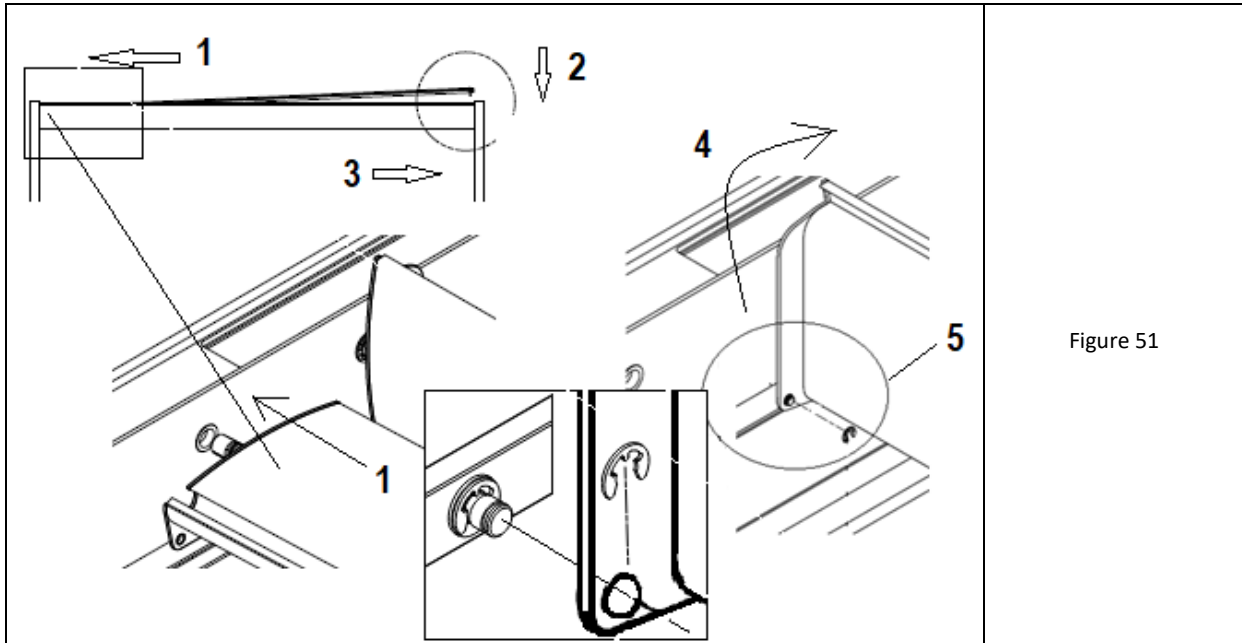

Figure 51
22. Insérer des lames successives en partant de l'endroit des lames déjà insérées vers les extrémités de la pergola. Placer la lame horizontalement sur la poutre, l'incliner et insérer la tige du côté de l'entraînement dans le trou de la poutre. Après l'avoir enfoncé au maximum, abaissez l'autre extrémité et insérez-la également dans la poutre (étapes 1 à 3 de la Fig. 51).
23. Insérer la tige de la tringlerie du côté de la poutre (Fig. 51) En appuyant, veiller à ne pas pousser les bagues collectrices hors de l'embout de la lame.
24. Déplacer la lame vers la poutre d'entraînement et la tourner verticalement de manière à ce que la tige et la tringlerie passe dans le trou situé dans le coin inférieur du capuchon d'entraînement. Vérifiez la présence de la bague collectrice dans l'embout et ne la poussez pas vers l'extérieur. Fixez l'extrémité visible de la tige à l'aide d'un petit clip placé exactement dans la rainure de la tige (Fig. 51) - utilisez un outil spécifique.